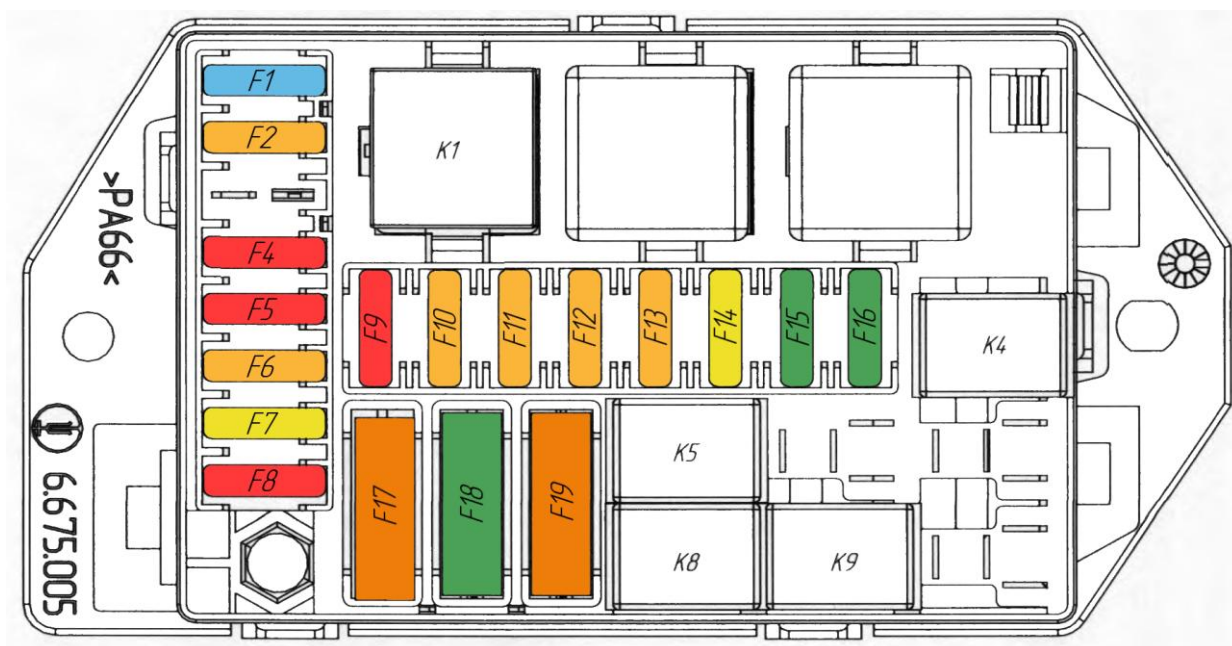

Рисунок 4.6. Расположение предохранителей и реле в лючке противовеса
- ▶ Определить неисправный предохранитель или реле визуально, или с помощью вольтметра. Расположение предохранителей и реле представлено на рис. 4.6.